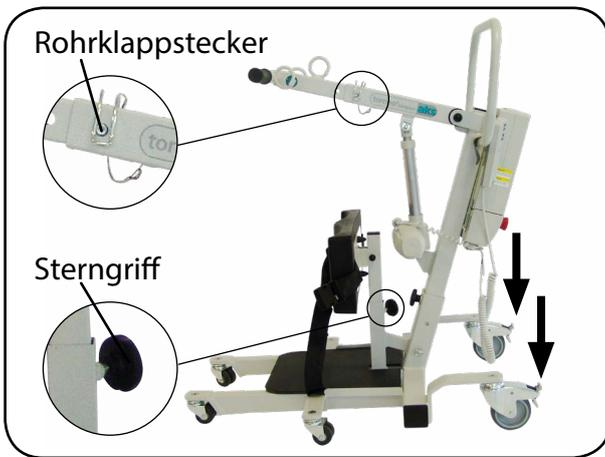
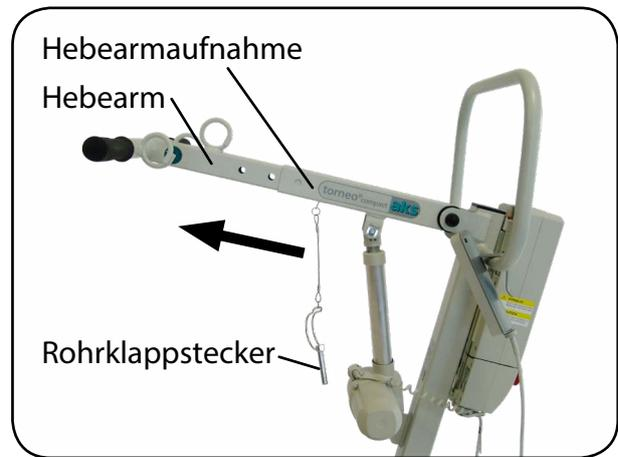
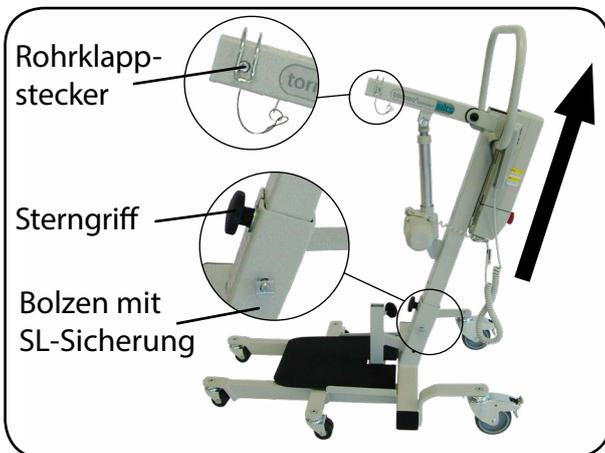

Abb. 8.9.01 – torneo® compact
Abb. 8.9.02 – Hebearm Demontage
Abb. 8.9.03 – Standmast aus Standmastaufnahme entfernen
1. Bremsen Sie die zwei hinteren Laufrollen an der Bedienerseite, durch Betätigung der Tritthebel (Abb. 8.9.01); siehe Kapitel Bedienung Abschnitt **Laufrollen**.
4. Lösen Sie den Sterngriff, welcher die Schienbeinstütze fixiert und entfernen Sie die Schienbeinstütze (Abb. 8.9.01). Drehen Sie den Sterngriff ca. zwei Umdrehungen im Uhrzeigersinn, sodass dieser im Fahrgestell verbleiben kann.
5. Öffnen Sie den Rohrklappstecker der den Hebearm in der Hebearmaufnahme sichert (Abb. 8.9.01) und entfernen Sie den Hebearm (Abb. 8.9.02). Positionieren Sie den Rohrklappstecker wieder in der Hebearmaufnahme und verschließen Sie ihn (Abb. 8.9.03).
6. Lösen Sie den Sterngriff mit Unterlegscheibe, der den Standmast in der Standmastaufnahme fixiert. Entfernen Sie den Bolzen mit SL-Sicherung aus der Standmastaufnahme und ziehen Sie den Standmast heraus (Abb. 8.9.03). Drehen Sie den Sterngriff mit Unterlegscheibe ca. zwei Umdrehungen im Uhrzeigersinn, sodass dieser im Standmast verbleiben kann und verstauen Sie den Standmast sicher in der Originalverpackung.